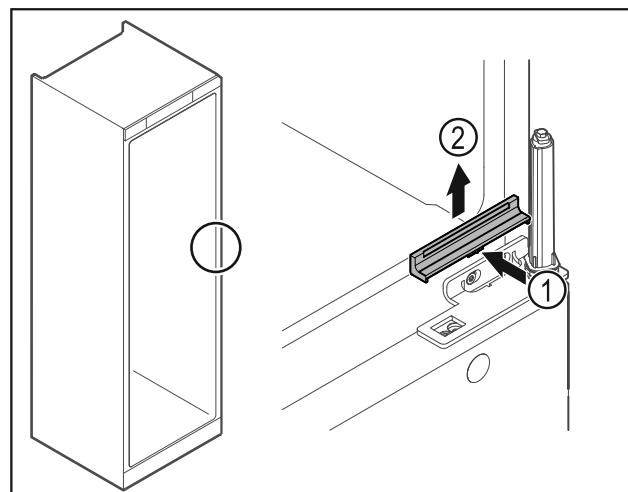

Fig. 26
- ▶ Apăsați apărătoarea Fig. 26 (1) ușor în centru și detaşați-o în sus Fig. 26 (2).